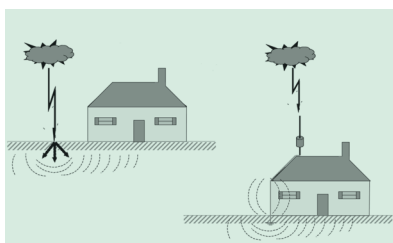

Fig. 3.14c. Sobretensiones transitorias debidas al aumento del potencial de tierra.
• **Sobretensiones transitorias debidas al aumento de potencial de tierra (fig. 3.14c)**